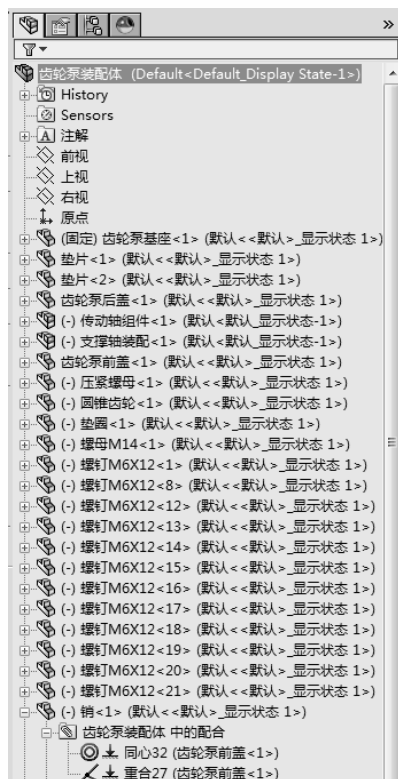

图 10-53 添加销配合关系
- [4] 单击【确定】按钮以关闭操控板，添加销配合关系，如图 10-53 所示。